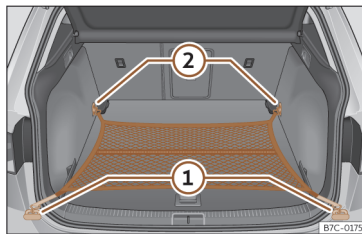

Fig. 169 Na bagageira: saco de rede fixado rente ao piso.
- Fixe os ganchos da rede nas argolas de fixação >>> **Fig. 169** ① e ② >>> . O fecho de correr do saco deve ficar voltado para cima.